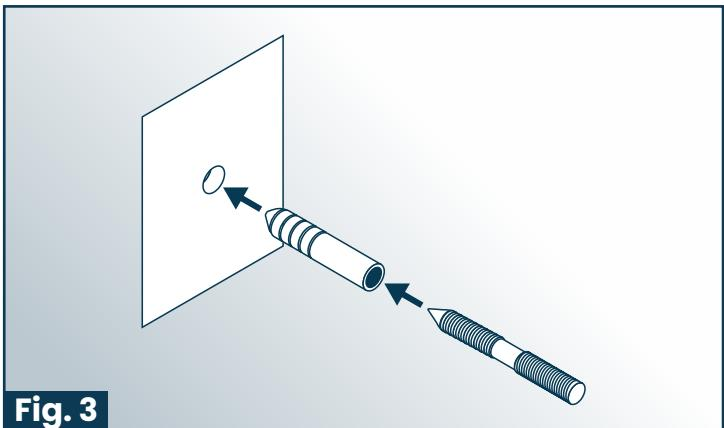
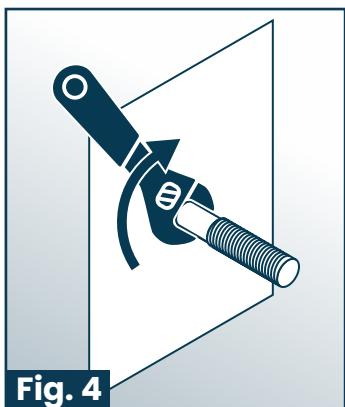

Fig. 3
Fig. 4
5. Install the bolt(s) delivered with the sink. If drilling directly into wood, do not use the supplied anchors. (Fig. 3) (Fig. 4)
- Instale los pernos entregados con el fregadero. Si taladra directamente en la madera, no utilice los anclajes suministrados. (Fig. 3) (Fig. 4)
4. Utilisez la perceuse et le type et la taille de foret de coordination pour le matériau du mur, pour percer les trous de boulon. (Fig. 3) (Fig. 4)
5. Installez le(s) boulon(s) livré(s) avec l'évier. Si vous percez directement dans le bois, n'utilisez pas les chevilles fournies. (Fig. 3) (Fig. 4) Installez le(s) boulon(s) livré(s) avec l'évier. Si vous percez directement dans le bois, n'utilisez pas les chevilles fournies.